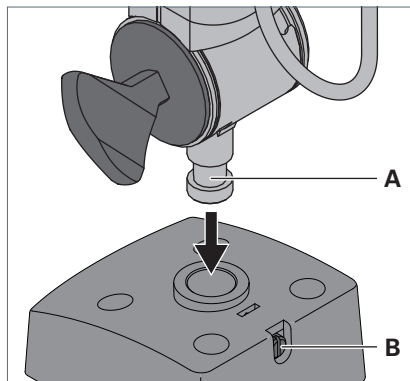

Fig. 2: Montaggio dell'apparecchio d'illuminazione sull'elemento di fissaggio.
- Inserire il perno **A** dell'asta dell'apparecchio d'illuminazione nell'apertura dell'elemento di fissaggio, vedi Fig. 2.